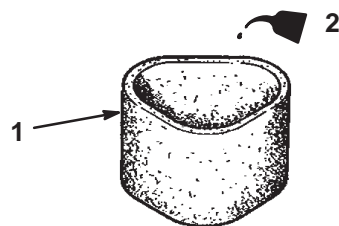

Figure 28
- Imbibez l'élément d'huile (Fig. 28). Pressez l'élément pour bien répartir l'huile.